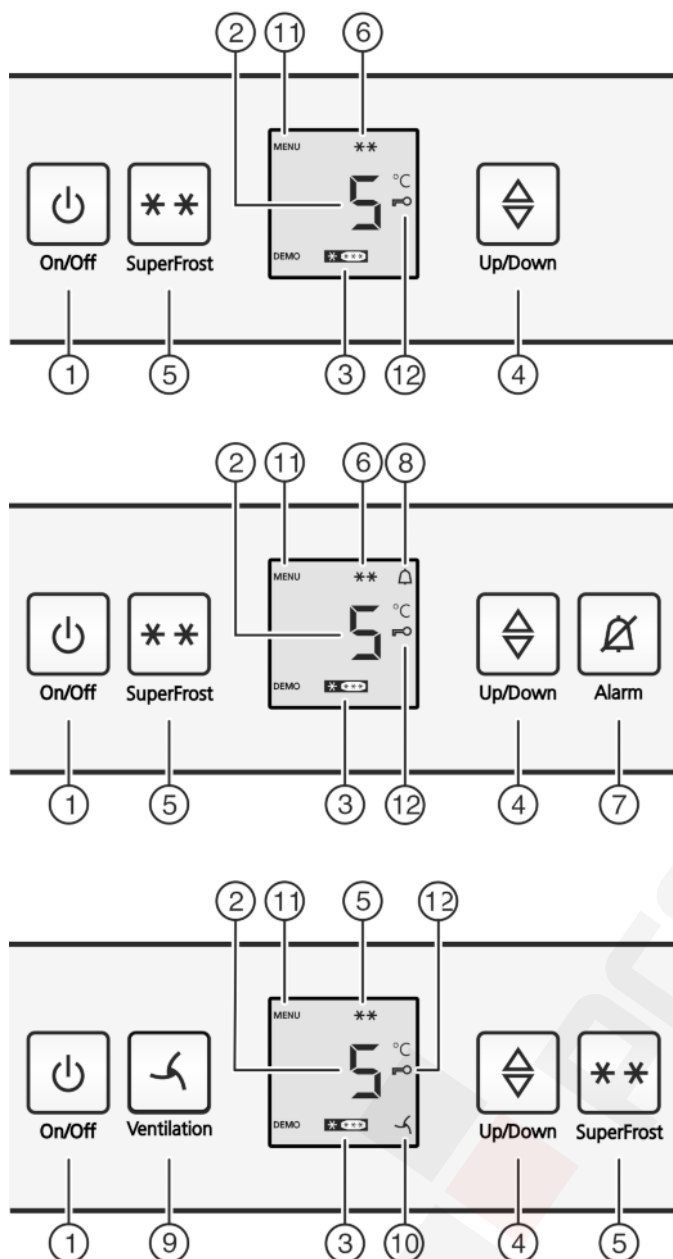

Fig. 2
- Nyomja meg az On/Off gombot Fig. 2 (1).
- Beállítási mód aktiválása: Nyomja meg a SuperFrost gombot Fig. 2 (5) kb. 5 másodpercre.
- ▷ A kijelzőn megjelenik a Menü ikon Fig. 2 (11).
- A SuperFrost billentyűvel Fig. 2 (5) röviden nyugtázza.
- ▷ A gyermekbiztosítás ikon Fig. 2 (12) világít a kijelzőn.
- Röviden nyomja meg az On/Off gombot Fig. 2 (1).
- ▷ A gyermekbiztosítás ikon Fig. 2 (12) kialszik.
- ▶ Nyomja meg a riasztás gombot *Fig. 2 (7)*.
Egyidejűleg villog a hőmérsékletkijelző és a riasztás ikon *Fig. 2 (8)*.
A figyelmeztető hangjelzés automatikusan elnémul, a riasztás ikon *Fig. 2 (8)* eltűnik és a hőmérsékletkijelző is abbahagyja a villogást, mikor a hőmérséklet újra elégé alacsony.
- ▶ Hőmérsékletfunkció előhívása: Nyomja meg a beállítógombot *Fig. 2 (4)*.